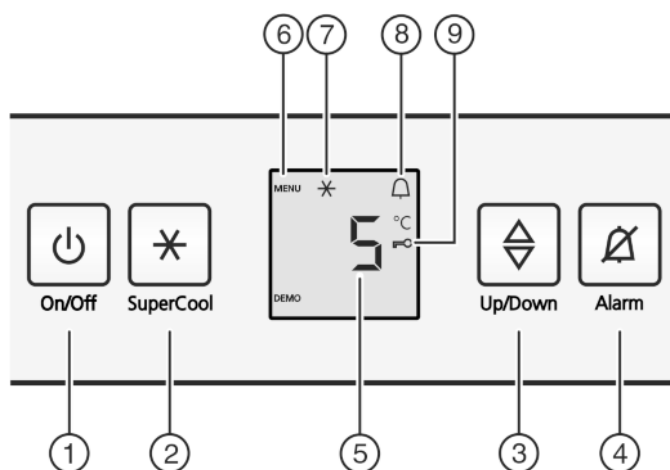

Fig. 2
- ▶ Appuyez sur la touche marche/arrêt *Fig. 2 (1)*.
- ▶ Appuyer env. 5 secondes sur la touche SuperCool *Fig. 2 (2)*.
- ▷ Le symbole Menu *Fig. 2 (6)* apparaît dans l'affichage.
- ▶ Confirmer brièvement avec la touche SuperCool *Fig. 2 (2)*.
- ▷ Le symbole Sécurité enfants *Fig. 2 (9)* s'allume dans l'affichage.
- ▶ Appuyer brièvement sur la touche On/Off *Fig. 2 (1)*.
- ▶ Appuyer sur la touche Alarme *Fig. 2 (4)*.
▶ Appeler la fonction de température : appuyer sur la touche de réglage Fig. 2 (3).
▶ Modifier la température par incrément de 1 °C : appuyer sur la touche de réglage Fig. 2 (3) jusqu'à ce que la température souhaitée apparaisse dans l'affichage de température.